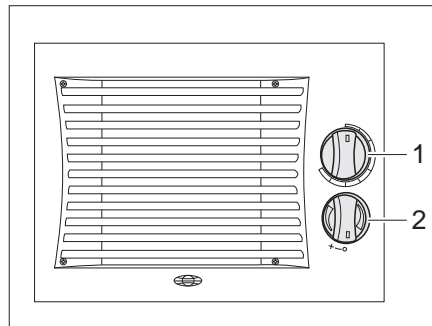

Bild 196 Reglage, knappar extra värmeväxlare
- Vrid vridregulatorn (Bild 196,1) på flödesregulatorn till önskad position. Vattenkretsloppet är öppet.
- Vrid fläktknappen (Bild 196,2) till cirkulationsluftfläkten medurs.
- Ställ fläktbrytaren (Bild 196,2) på "0".
- Vrid vridregulatorn (Bild 196,1) på flödesregulatorn helt tillbaka.